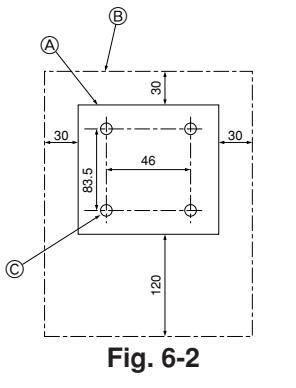

Fig. 6-2
- (1) 为遥控器选择一个安装位置。 (Fig. 6-2)